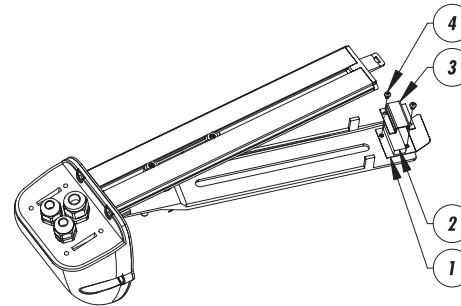

Fig. 3
- Nella zona inferiore anteriore della slitta interna, fissare in sequenza il dissipatore (Fig. 3, punto 1) e il PTC (punto 2) tramite la relativa piastrina e le viti in dotazione (punto 3 e 4).
- Dans la zone inférieure avant de la glissière interne, fixer en séquence le dissipateur (Fig. 3, point 1) et le PTC (point 2) au moyen de la platine prévue et des vis fournies (point 3 et 4).
- To the lower front of the inner slide, fit the dissipator (Fig. 3, point 1) and the PTC (point 2) using the plate and screws provided (point 3 and 4).
- Im vorderen Bereich unten am internen Schlitten nacheinander den Kühlkörper (Fig. 3, Punkt 1) und den PTC-Widerstand (Punkt 2) mit Hilfe des Plättchen und der Schrauben, beide im Lieferumfang enthalten, fixieren (Punkt 3 und 4).